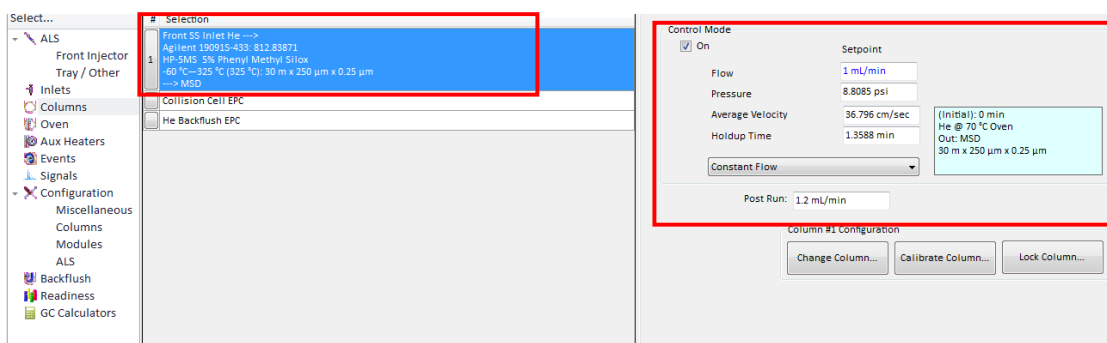

Figura 33. Parámetros de la columna cromatográfica y control de presiones y flujos.
8.6.6. En el menú del panel de navegación seleccionar **Columns**, como se muestra en la **Figura 33**. En el campo **Selection** se debe escoger la columna que se va a utilizar. En el campo **Control Mode**, seleccionar la caja de **On**. Introducir los datos relacionados con el **Flow**, **Pressure**, **Average Velocity** y **Holdup Time**. En este caso se va a trabajar a flujo constante para que el equipo realice el control de las presiones y mantenga el flujo. Para esto seleccione **Constant Flow**. Establezca el flujo de trabajo para el **Post Run**.